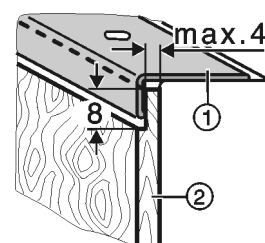

Fig. 39
- Pour les panneaux décor Fig. 39 (2) plus épais, réduire leur épaisseur à maximum 4 mm, comme illustré.